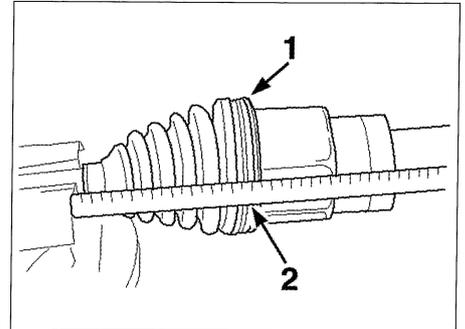

FIG. 6
- Empujar la tulipa (1) en el trípole hasta el tope, después hacerla retroceder 20 mm (2) (**fig. 6**).